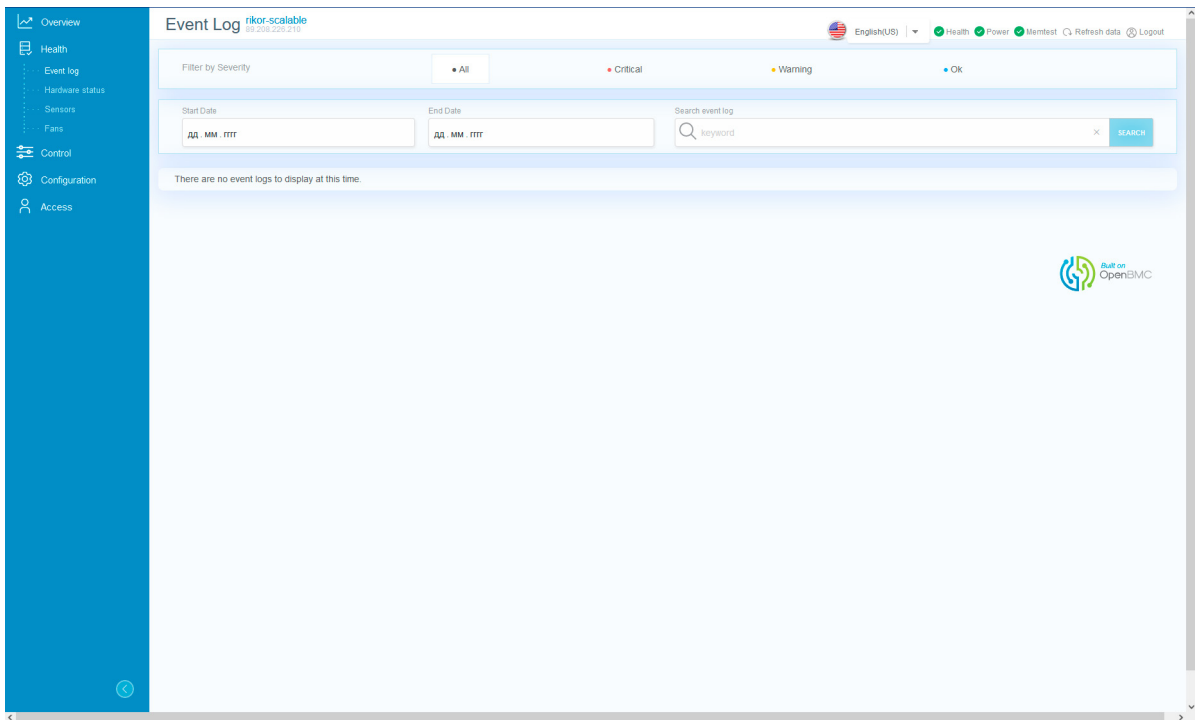

Рис. 64. Окно «Event log»
- 2) Пройдите во вкладку «Health» → «Event log» в данной вкладке отображены все события произошедшие в сервере. В поле «Filter by Severity» произведите фильтрацию по степени серьезности события. В поле «Start Date» произведите фильтрацию по дате начала события, в поле «End Date» произведите фильтрацию по дате окончания события, в поле «Search event log» произведите фильтрацию по ключевым словам события. Окно показано на рис. 64 Окно «Event log»